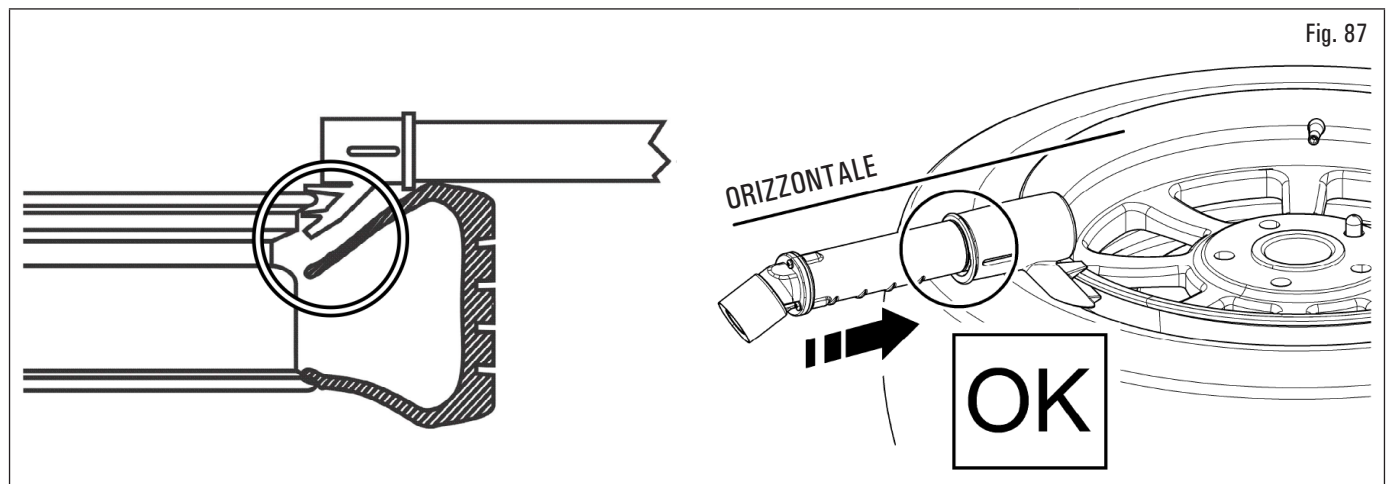

Fig. 87
3. premere l'ugello del gonfiatubeless sul bordo del cerchio, come indicato in Fig. 87. Assicurarsi che la testa dell'ugello venga premuta per azionare il getto d'aria supplementare;
Per un miglior funzionamento l'ugello dovrebbe trovarsi in posizione orizzontale (vedi Fig. 87).